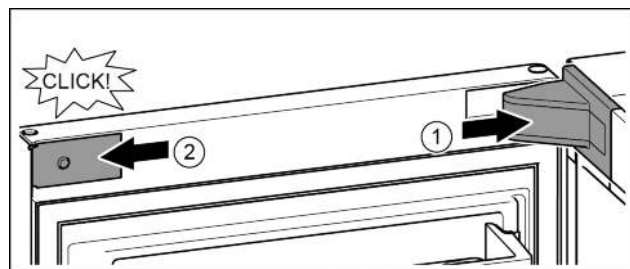

Fig. 24
- Крышку установить и зафиксировать, при необходимости, осторожно разжать. Fig. 24 (1)
- Установить крышки сбоку и зафиксировать. Fig. 24 (2)